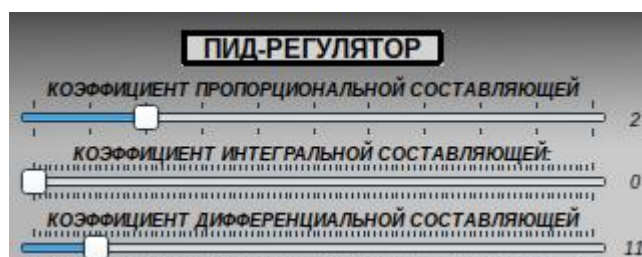

Рис. 51
3.3.5.2. Сверху над виджетом ТЭН расположены слайдеры, позволяющие осуществлять настройку ПИД-регулятора путём изменения его параметров (рис. 51):